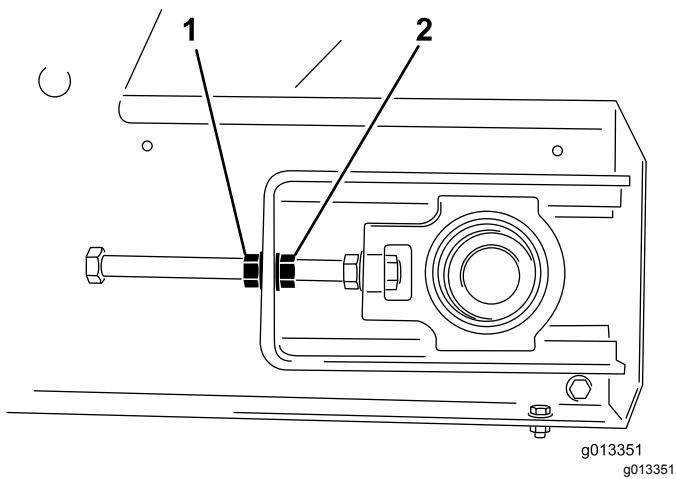

Figura 55
4. Con 2 chiavi, tenete ferma l'estremità dell'asta del dispositivo di tensione e poi allentate il dado di bloccaggio, ovvero il dado più vicino all'estremità dell'asta (Figura 55).
- 3. Sul lato verso cui il nastro è spostato, tenete ferma l'estremità dell'asta del dispositivo di tensione, poi allentate il dado di bloccaggio e serrate il dado di regolazione di 2 facce (Figura 55).